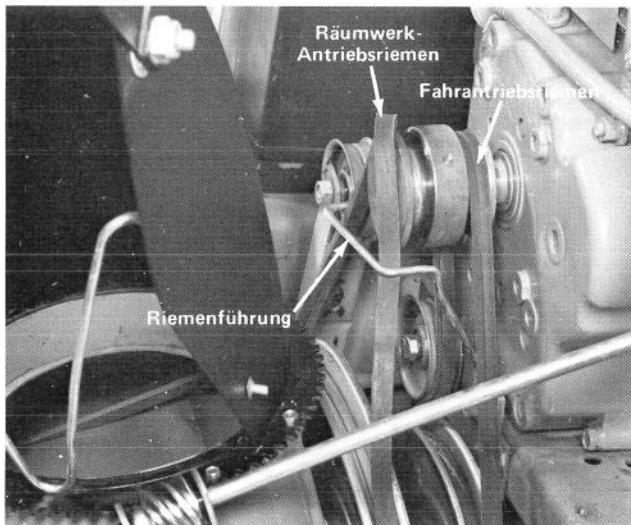

Abb. 31
3. Die beiden oberen Bundschrauben und die beiden unteren Sicherungsmuttern lösen, die das Räumgehäuse und die Antriebseinheit zusammenhalten (Abb. 31).
4. Den defekten Keilriemen abnehmen und den neuen Riemen auflegen. Es ist darauf zu achten, dass der Räumwerk-Antriebsriemen innerhalb der Riemenführung liegt (Abb. 31). Der Fahrtriebsriemen muss innen an der Spannrolle anliegen (Abb. 31).
5. Räumgehäuse und Antriebseinheit wieder miteinander verbinden und die beiden Bundschrauben oben und Sicherungsmuttern unten festziehen (Abb. 31).